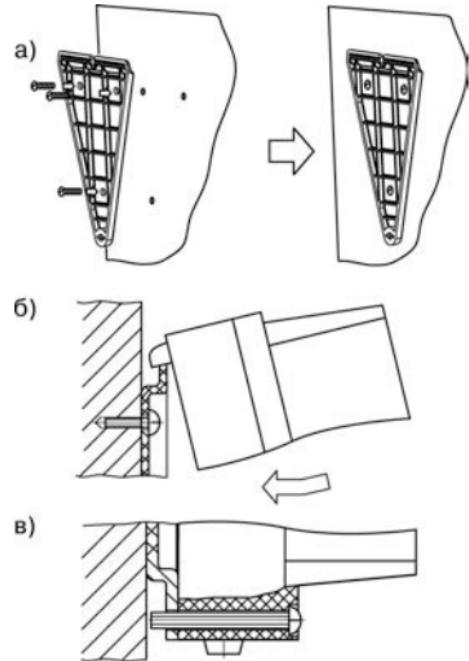

Рисунок 5.1 – Монтаж прибора настенного исполнения
- закрепить кронштейн тремя винтами M4×20 на поверхности, предназначенной для установки прибора (см. Приложение А и рисунок 5.1, а);
- зацепить крепежный уголок на задней стенке прибора за верхнюю кромку кронштейна (рисунок 5.1, б);
- прикрепить прибор к кронштейну винтом M4×35 из комплекта поставки (рисунок 5.1, в).